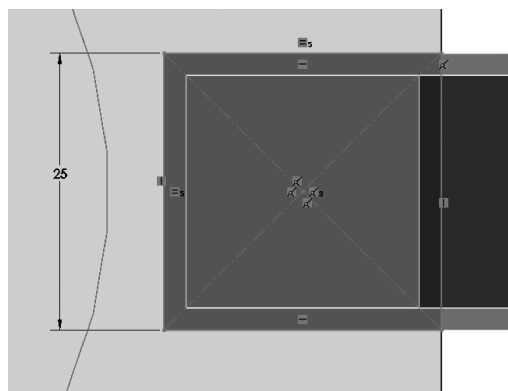

图 14-46 绘制草图并标注尺寸 4
4) 单击凸台-拉伸 1 特征的上表面，使其成为草图绘制平面。单击【标准视图】工具栏中的（正视图于）按钮，并单击【草图】工具栏中的（草图绘制）按钮，进入草图绘制状态。使用【草图】工具栏中的（直线）、（智能尺寸）工具，绘制如图 14-46 所示的草图。单击（退出草图）按钮，退出草图绘制状态。